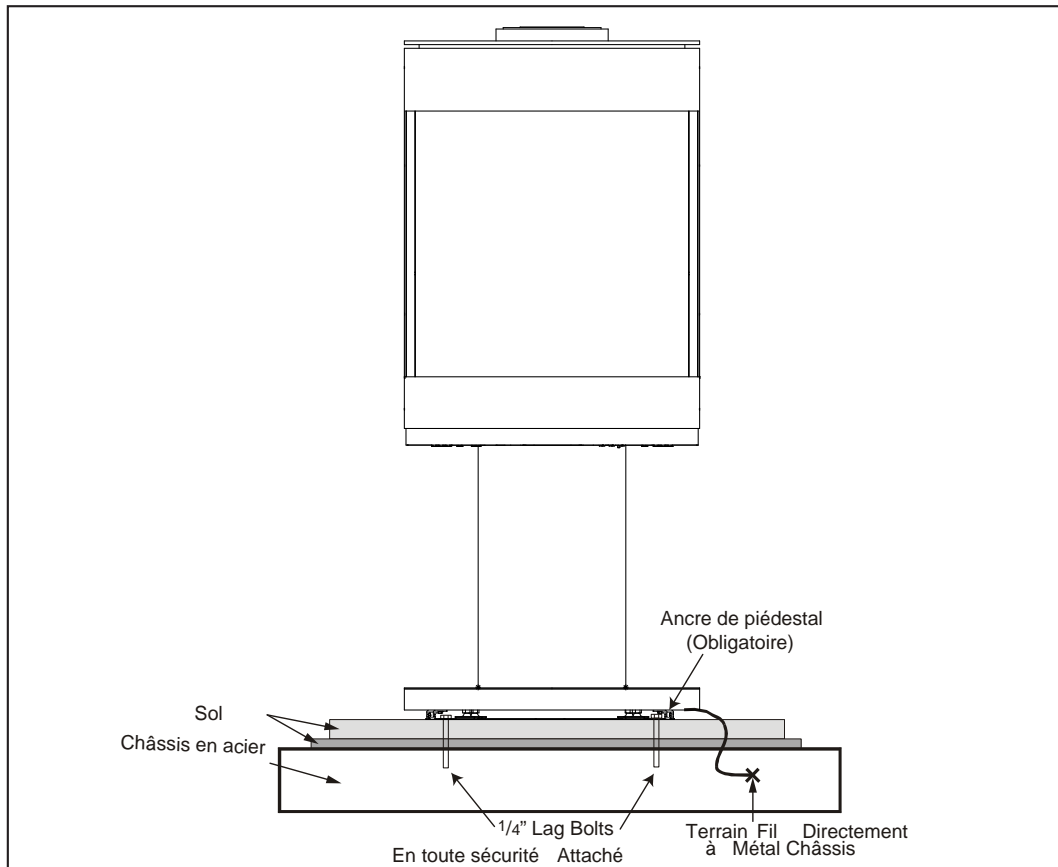

Figure 80: Installation correcte de la maison mobile
Prenez les pieds de mise à niveau qui ont été retirés de l'appareil et installez-les sur le socle en bois (voir Figure 80).
Le piédestal en bois est livré avec quatre (4) boulons à tête hexagonale et quatre (4) rondelles utilisées pour fixer le piédestal sur l'appareil. Fixez le piédestal en bois à l'unité en utilisant les mêmes trous filetés que les pieds de nivellement ont été installés (voir Figure 80).